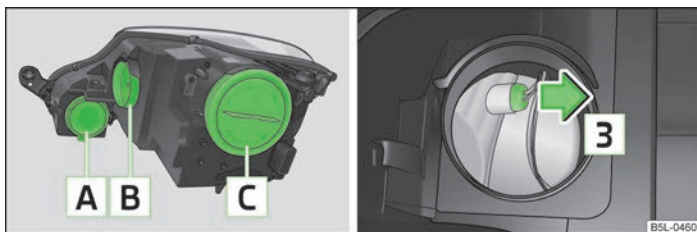

Fig. 167 Faros: Disposición de las bombillas/Desmontaje del portalámparas para la luz de posición (faro de xenón)
Resumen de la asignación de bombillas » fig. 167.
- Retirar la tapa de goma **B** » fig. 167.
- Sacar el portalámparas en la dirección de la flecha **3** » fig. 167.
- > Retirar la tapa de goma **A** » fig. 167 de la página 215.